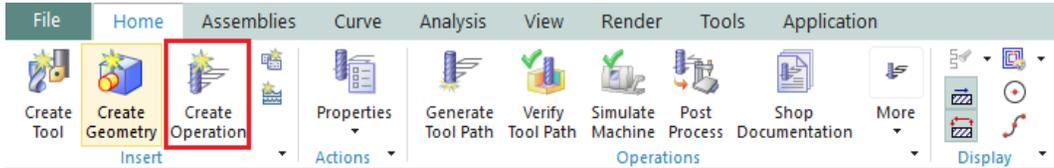

Figura 3.24 Pestaña *Home*, función **Create Operation**.
- En la **ribbon bar** seleccionar **Create Operation** (Figura 3.24).